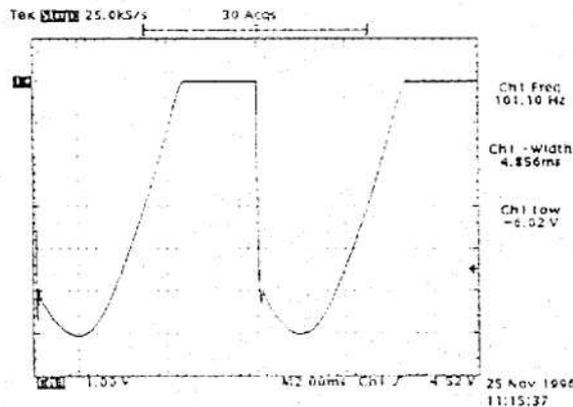

fig.3
- ③ - Posizionare il jumper in **posizione manuale** (ovvero tra i punti B e C). Girare RV5 e RV8 entrambi in senso orario fino alla fine della loro corsa. Connettere il cavetto degli impulsi (connettore tipo Weidmuller a 4 poli). Posizionandosi con la sonda dell'oscilloscopio sul test point TP8, verrà visualizzata la seguente forma d'onda (fig.3):